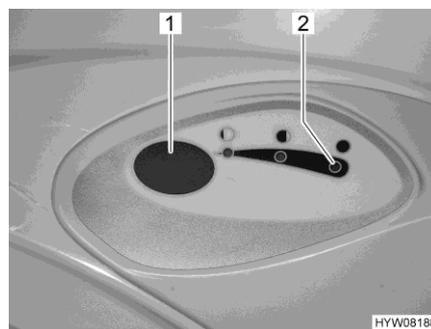

Fig. 277 Pulsante dello sciacquone/spia di controllo (toilette Thetford)
- Per sciacquare premere il pulsante blu (Fig. 277,1).
La spia di controllo (Fig. 277,2) si accende quando il serbatoio fecale deve essere svuotato.